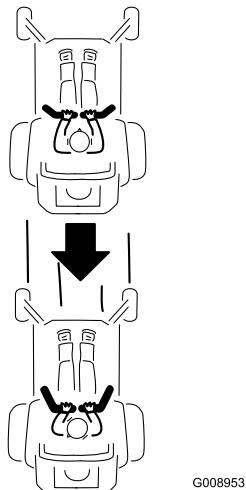

Bild 21
2. Zum Rückwärtsfahren sollten Sie nach hinten und auf den Boden schauen und die Fahrantreibshebel langsam nach hinten ziehen (Bild 21).
Wenden Sie denselben Druck auf beide Fahrantreibshebel an, um geradeaus zu fahren (Bild 21).